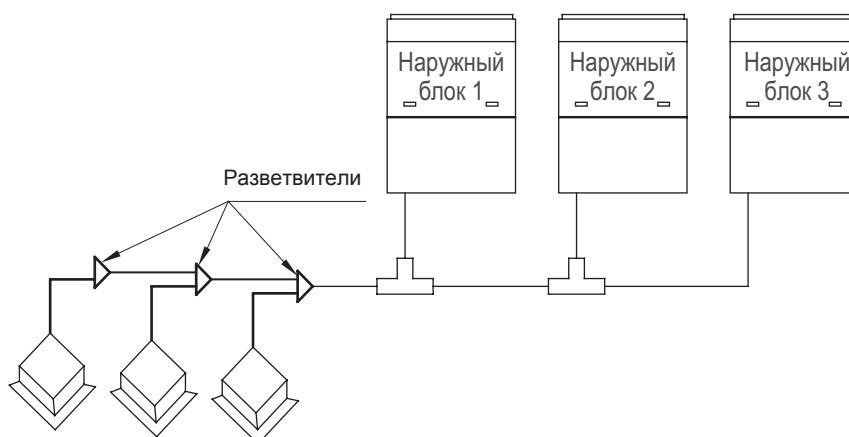

Рис. 7.6.
7.3.3.1. Для развода фреоновых труб от наружного блока или модуля к внутренним блокам применяются специальные тройники типа FQ – разветвители (рефнеты) (рис. 7.6.).